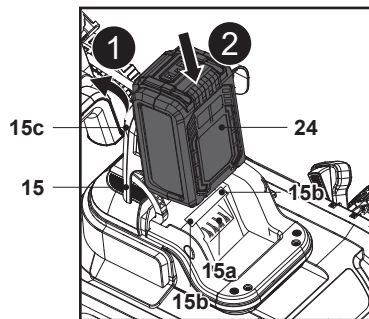

Fig. 8
1. Levante a tampa magnética (15c) e abra a tampa do compartimento da bateria (15) (Fig. 8, passo 1).
2. Alinhe a bateria (24) com as duas ranhuras de encaixe (15b) e faça deslizar a bateria (24) para a fixar (Fig. 8, passo 2).
3. Certifique-se de que os contactos elétricos (15a) estão totalmente inseridos na bateria (24) e que encaixam no devido lugar com um clique.
4. A bateria (24) só pode ser instalada numa direção.
5. Feche cuidadosamente a tampa do compartimento da bateria (15).